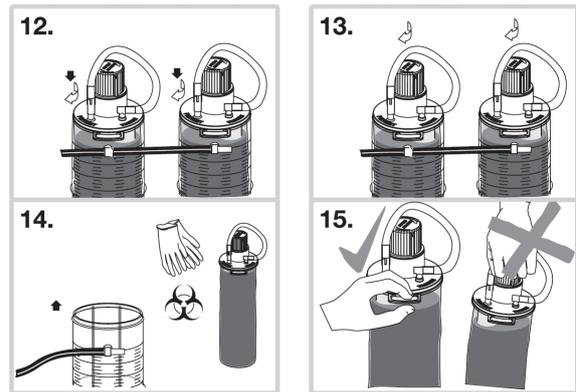

図11
- プライマリーライナーのチューブを隣接するライナーの患者側ポートに接続します。連結された全てのライナーに必要なに応じて繰り返します(図 11)。